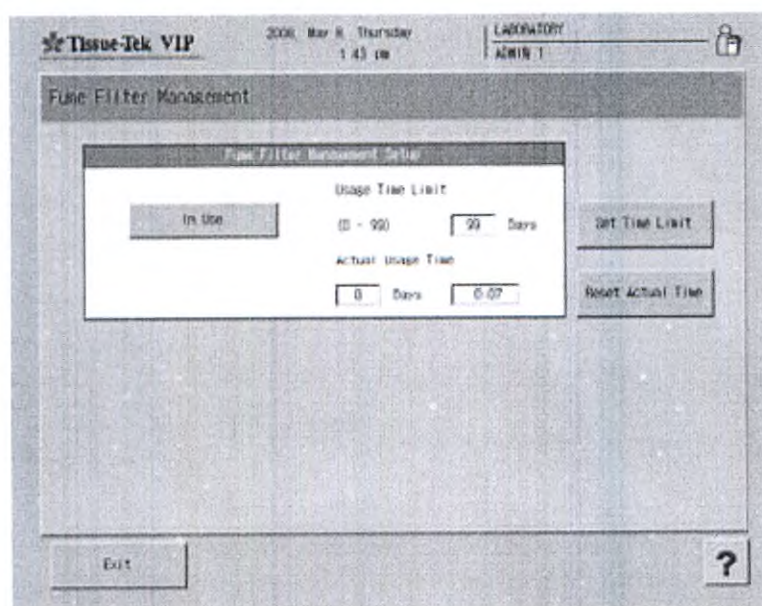

Рис. 45 Управление угольными фильтрами
• Появится соответствующее меню (Рис. 45). Эту функцию можно включить или выключить.
1. Нажмите кнопку «Set Time Limit» (Установить предел использования) (Рис. 45).